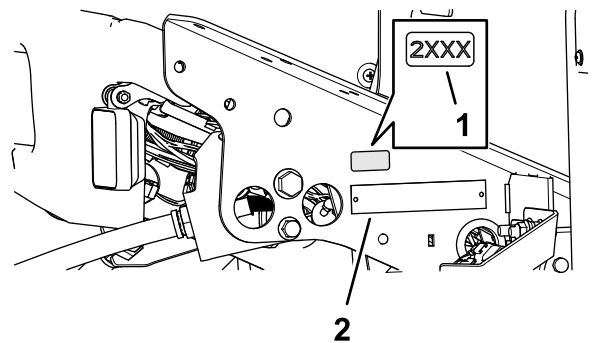

Bild 35
1. Verwenden Sie Reinigungsalkohol und einen sauberen Lappen, um den Bereich der Bodenplattenhalterung zu reinigen, und lassen Sie Halterung trocknen (Bild 35).